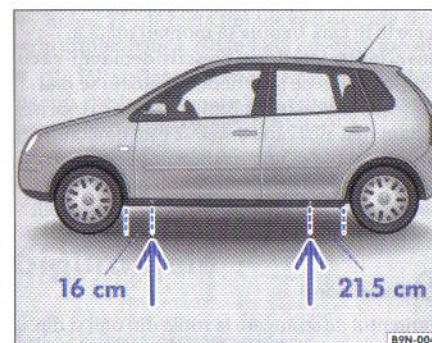

Fig. 27 Puncte pentru fixarea cricului
1. Căutați punctul ⇒ fig. 27 pentru fixarea cricului ⇒ ⚠, cel mai apropiat de roata care trebuie înlocuită. La unele autovehicule, aceste puncte sunt marcate.
Cricul poate fi montat numai în locurile indicate ⇒ fig. 27. Punctul din față pentru fixarea cricului